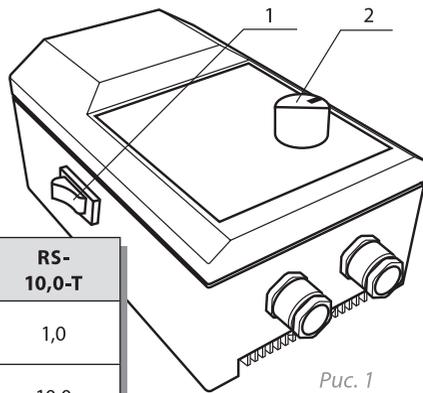
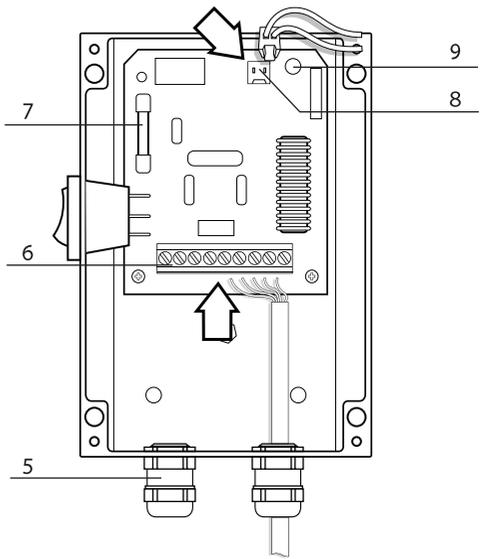
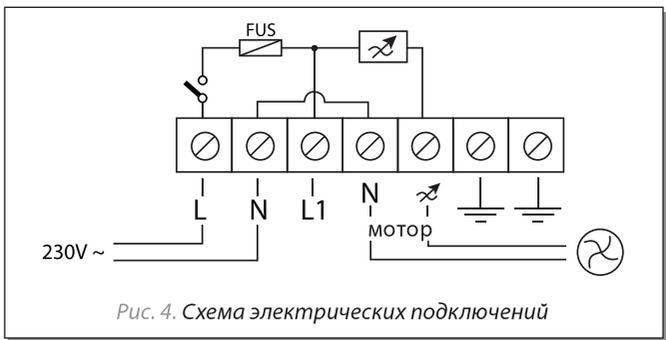

Рис. 1
Рис. 3
Рис. 4. Схема электрических подключений
Регуляторы серии RS...-T, в дальнейшем именуемые — «изделие», применяются в системах вентиляции и кондиционирования для управления производительностью однофазных вентиляторов, путем плавного изменения подаваемого на двигатель напряжения. Управление осуществляется при помощи ручки потенциометра — **2** (см.рис.1), вынесенной на переднюю панель прибора.
**Регулятор оборудован кнопкой включения/выключения — 1** (см.рис.1).
ления **2** (см. рис. 1), в выбранном диапазоне при настройке регулятора. Минимальная выходная мощность от 25 до 100% задается подстроечным резистором — **9** (см. рис. 3), который находится **внутри** регулятора. Прибор оборудован плавким предохранителем — **7** (см.рис.3), защищающим прибор и подключенный к нему вентилятор, от повышенного токопотребления.
- Для удобства монтажа, отключить разъем — **8** (см.рис. 3);
- Произвести электрические подключения согласно схемы (см.рис.4). Подключение внешних электрических проводников к изделию осуществляется при помощи винтовых клемм — **6** (см.рис.3). Ввод проводников во внутрь прибора производится через гермовводы — **4** (см. рис.3). На внешнем вводе (220В/50Гц) должен быть установлен встроенный в стационарную сеть электроснабжения автоматический выключатель.
- Подключить разъем — **8**, установить ручку выбора скорости — **2** (см.рис.1) в минимум (против часовой стрелки). Далее, при помощи потенциометра — **9** (см.рис.3) установить желаемую минимальную скорость вентилятора.